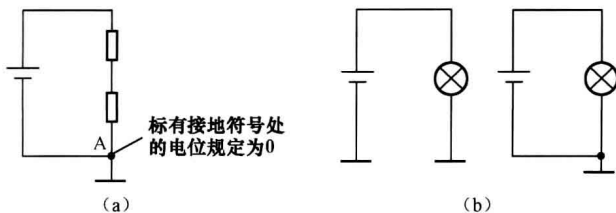

图 1-8 接地符号含义说明图
(1) 在电路中，接地符号处的电位规定为 0。在图 1-8 (a) 所示电路中，A 点处标有接地符号，表示 A 点的电位为 0。
(2) 在电路中，标有接地符号处的地方都是相通的。如图 1-8 (b) 所示的两个电路，虽然从形式上看不一样，但实际上完全是一样的，两个电路中的灯泡都会亮。